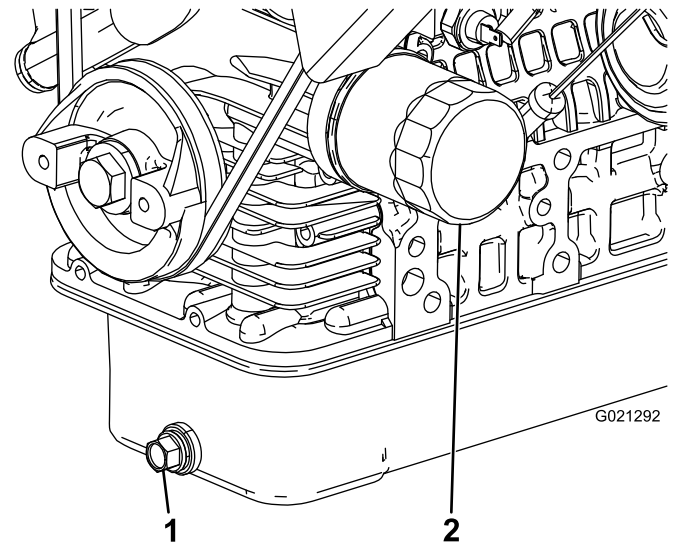

图 37
2. 拆下排油塞让油流入放油盘图 37。
4. 拆下机油滤清器图 37。